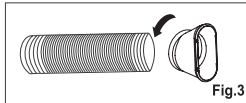

Fig.3
2. Extienda el otro lado de la manguera y atorníllela a la salida de la manguera (Fig. 3).